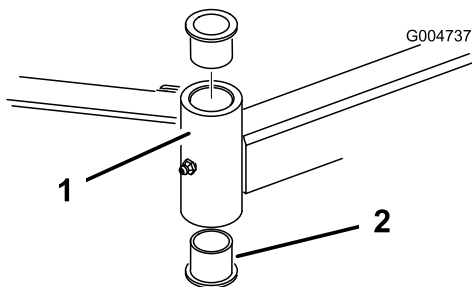

Figura 107
4. Inserite un punteruolo nella parte superiore o inferiore del tubo di fissaggio, e spingete la boccola fuori del tubo (Figura 107). Estraete dal tubo anche l'altra boccola. Pulite l'interno dei tubi di fissaggio.